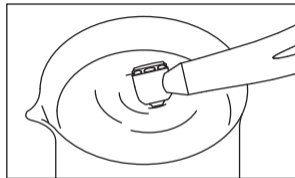

Fig. 6
- 3) Rote la pieza mano e introduzca la mitad del cabezal de la pieza mano. (Fig. 6)